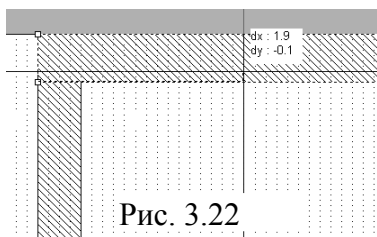

Рис. 3.22
- Щёлкните по значку **View Area** на панели инструментов и выделите левую часть фильтра (два резонатора), чтобы увеличить эту часть. Щёлкните по верхнему заземляющему проводнику и затем щёлкните по значку **Notch Conductor** (Выемка проводника). Установите курсор на нижний левый угол заземляющего проводника, нажмите левую кнопку мышки и, не отпуская кнопки, переместите курсор на 0.1 вверх и на 1.9 вправо (рис. 3.22), отпустите кнопку мышки. Аналогично сделайте такие же выемки на левом и правом краях обоих заземляющих проводников. Дважды щёлкните по первому верхнему шлейфу и сдвиньте его верхнюю